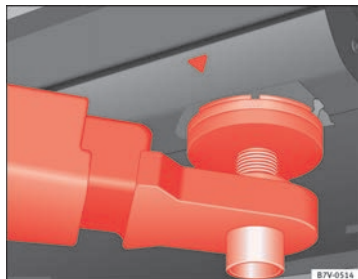
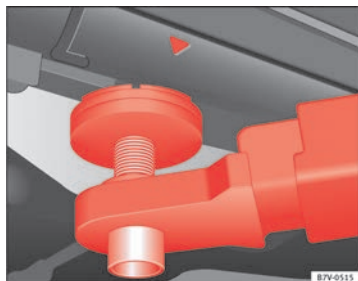

Fig. 163 Punti di appoggio anteriori per il sollevamento del veicolo tramite ponte elevatore o cric.
Fig. 164 Punti di appoggio posteriori per il sollevamento del veicolo tramite ponte elevatore o cric.
Per sollevare il veicolo devono essere utilizzati esclusivamente i punti indicati nelle figure ⇒ fig. 163 e ⇒ fig. 164. Se il veicolo non viene sollevato dai punti indicati, potrebbe subire danni ⇒ ❶ e provocare lesioni gravi ⇒ ⚠.
- Sollevare il veicolo utilizzando esclusivamente i punti indicati nelle figure ⇒ fig. 163 e ⇒ fig. 164. Se il veicolo non viene sollevato dai punti indicati, potrebbe cadere dal ponte durante lo smontaggio di componenti come il motore o il cambio.